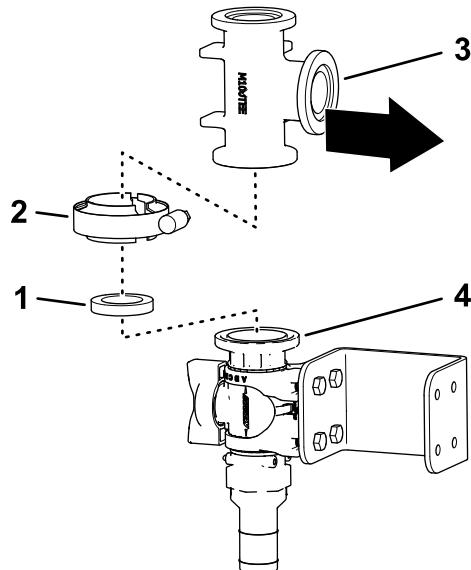
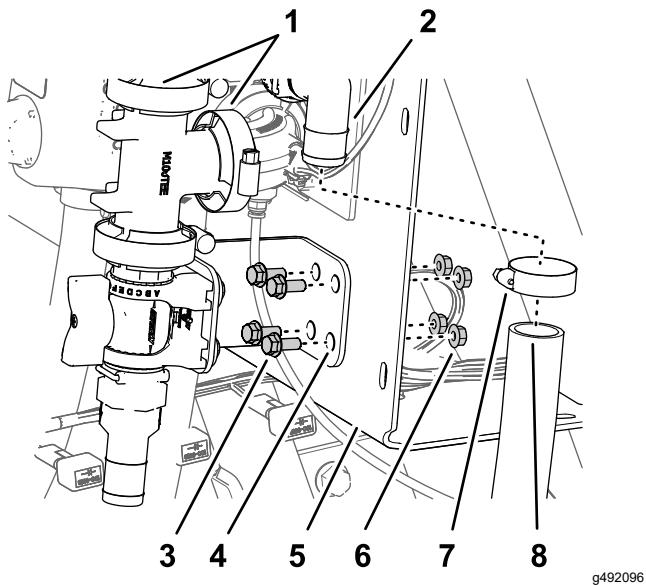

Figure 42
Figure 45
6. Alignez la bride du raccord en T et la bride de la vanne de commande comme montré à la Figure 42.
7. Fixez légèrement le raccord en T sur la vanne de commande avec un joint et un collier à bride (Figure 42).
| 2. Fixez la patte de fixation de la vanne de commande au support du collecteur (Figure 45) à l'aide de 4 boulons à embase (1/4"-20 x 5/8") et |
3. Serrez à la main le collier à bride qui fixe la vanne de commande et le raccord en T (Figure 42), ainsi que le collier à bride qui fixe le raccord en T au raccord à 90° (Figure 45).